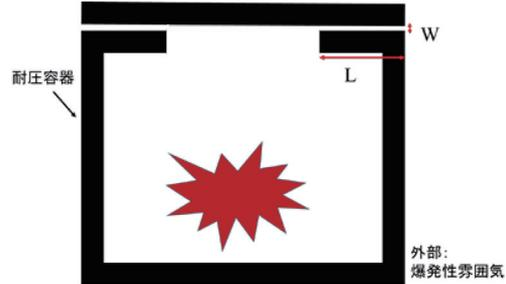

図2 耐圧防爆構造模式図
- 2) 耐圧防爆構造 (protection by flameproof enclosure、記号：d、図2) は、全閉構造であって、機器内部で着火源により爆発が起こった場合に、容器が爆発圧力に耐え、かつ、接合面のすきまから出た火炎が外部の爆発性雰囲気に着火しないことが試験によって確認された構造である。接合面の寸法（すきの奥行きLとすきW）は規格に定められている。この構造は内蔵する電気機器に制約はないが、大型の電気機器に適用する場合はコストや重量に検討を要する。